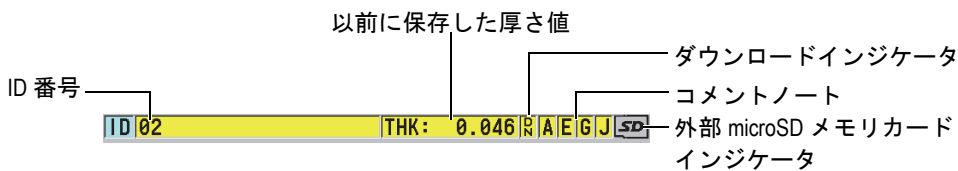

図 3-2 ID バー
測定画面の上部にある ID バーには、実際の厚さ測定位置の ID、以前に保存した値、およびコメントノートインジケータがあります (46 ページ図 3-2 参照)。新たに取得した値ではなく、以前に保存した厚さ測定値がファイルから読み出されると、ダウンロードインジケータ (R) が現れます。